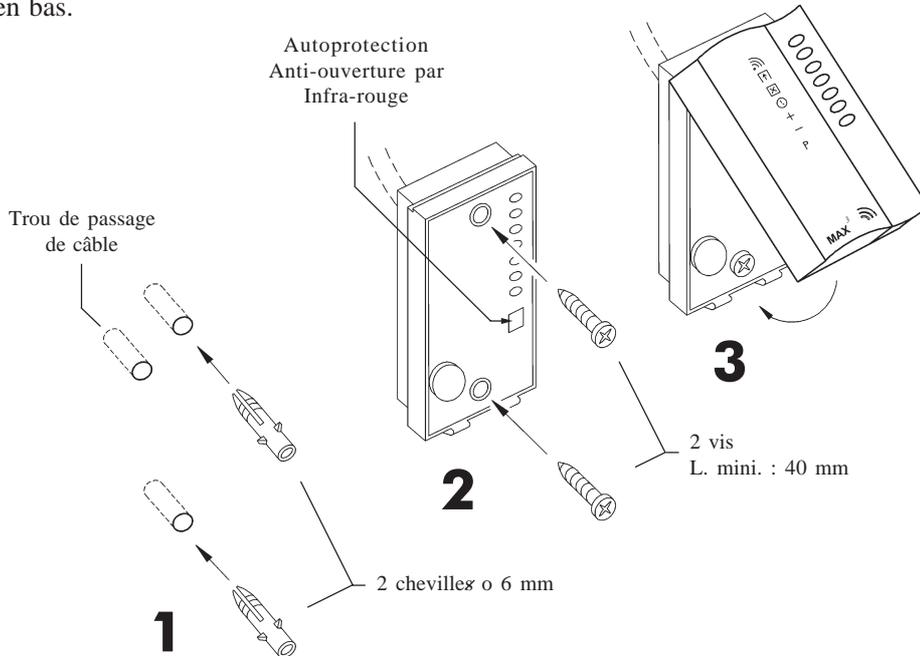

Figure 5-3. Installation des lecteurs MAX3.
1. A l'aide du gabarit de perçage (Fiche 12ACC0023 fournie), repérer les deux points de fixation du lecteur et le trou de passage du câble. Se référer à la figure 5-3 ci-dessous.